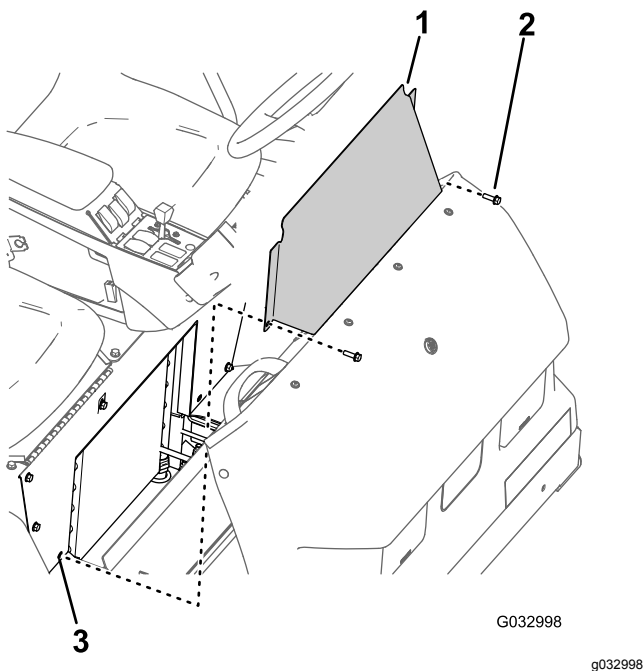

图 61
1. 拆下将座椅底座检修门固定至座椅底座的 2 个凸缘头螺栓 图 61。
2. 从机器上卸下座椅底座检修门图 61。
1. 将座椅底座检修门上的孔与座椅底座上的孔对齐图 61。
2. 使用卸下座椅底座检修门(页码 41)的步骤 1 中拆下的 2 个凸缘头螺栓图 61 将座椅底座检修门组装到座椅底座上。